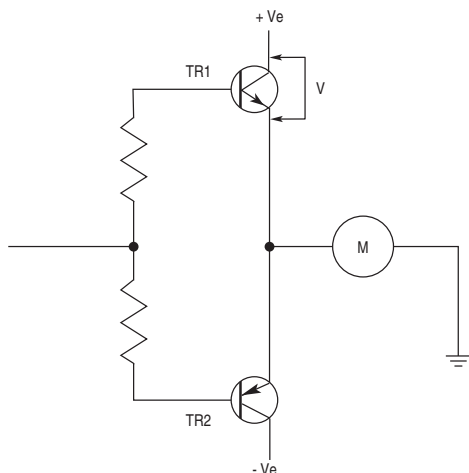

Fig. 4.15 Servo amplificador linear.
Os amplificadores lineares operam de forma que, dependendo da direção da rotação do motor, ou TR1 ou TR2 estarão em série com o motor e terão sempre tensão (V) (Fig. 4.15).